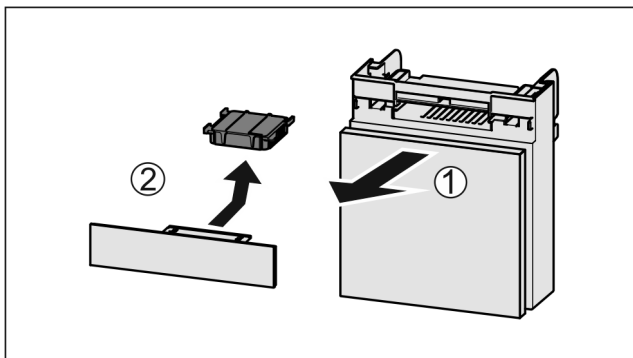

Fig. 193
- Predal izvlecite Fig. 193 (1) naprej.
- Odstranite Fig. 193 (2) aktivni ogljeni filter.